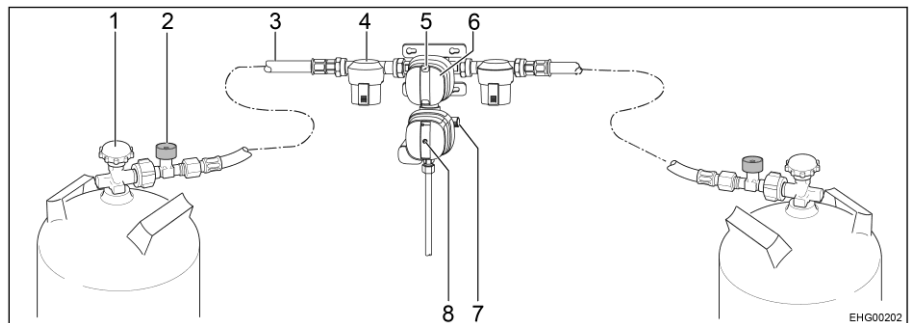

Bild 121 Sicherheitsgasdruck-Regelanlage DuoControl CS
Die DuoControl-Regelanlage besteht aus einem Umschaltventil und dem Crashsensor. Die DuoControl-Regelanlage ist zwischen den Hochdruckschläuchen (Bild 121,3) mit Schlauchbruchsicherung (Bild 121,2) montiert. Mit dem Drehknopf (Bild 121,6) am Umschaltventil kann bestimmt werden, welche der Gasflaschen als Betriebsflasche und welche als Reserveflasche verwendet wird.
Am Sichtfenster (Bild 121,5) wird der Status der Gasversorgung angezeigt:
Der Crashsensor sperrt die Gaszufuhr bei erheblicher Erschütterung (z. B. Unfall) ab. An der Stellung des gelben Resetknopfs (Bild 121,8) lässt sich der Betriebszustand des Crashsensors erkennen:
- Wenn der gelbe Resetknopf (Bild 121,8) hineingedrückt ist, ist der Crashsensor betriebsbereit.
- Wenn der gelbe Resetknopf (Bild 121,8) hervorsteht, ist der Crashsensor **nicht** betriebsbereit. Inbetriebnahme siehe unten.
Die Schlauchbruchsicherung (Bild 121,2) sperrt den Gasfluss, wenn der angeschlossene Schlauch bricht. Die Schlauchbruchsicherung muss durch Drücken der grünen Taste aktiviert werden.
- Mit dem Drehknopf (Bild 121,6) am Umschaltventil die Gasflaschewählen, der vorrangig das Gas entnommen werden soll (Betriebsflasche). Den Drehknopf immer bis zum Anschlag drehen.
- Haupt-Absperrventile (Bild 121,1) an den Gasflaschen öffnen.
- Grüne Taste der Schlauchbruchsicherung (Bild 121,2) ca. 5 Sekunden lang drücken. Am Sichtfenster (Bild 121,5) wird die grüne Markierung angezeigt.
- Wenn der Crashsensor ausgelöst hat (der gelbe Resetknopf (Bild 121,8) steht hervor):
Gelben Resetknopf (Bild 121,8) kräftig hineindrücken, leicht im Uhrzeigersinn drehen und 5 Sekunden lang gedrückt halten. Sicherstellen, dass der Resetknopf in der gedrückten Stellung ("betriebsbereit") bleibt. Wenn es nicht möglich ist, die Anlage wie beschrieben zurücksetzen: Torx-Einsatz T20 an der beiliegenden Schraubhilfe zur Unterstützung der Drehbewegung nutzen.
- Haupt-Absperrventile (Bild 121,1) an den Gasflaschen schließen.
Wenn die grüne Kontroll-Leuchte (Bild 122,6) während des Betriebs erlischt und die rote Kontroll-Leuchte (Bild 122,5) aufleuchtet, ist die Betriebsflasche leer und muss gewechselt werden. Am Sichtfenster (Bild 121,5) der zugehörigen Gasflasche wird die rote Markierung angezeigt. Die Reserveflasche versorgt die Gasverbraucher weiterhin mit Gas.
- Drehknopf (Bild 121,6) bis zum Anschlag in Richtung der aktuell verwendeten Gasflasche drehen. Damit ist diese Gasflasche jetzt die Betriebsflasche, die leere Gasflasche wird zur Reserveflasche. Die Markierung im Sichtfenster (Bild 121,5) wechselt von rot auf grün.
- Haupt-Absperrventil (Bild 121,1) an der leeren Gasflasche schließen. Pfeilrichtung beachten.
- Grüne Taste der Schlauchbruchsicherung (Bild 121,2) drücken.